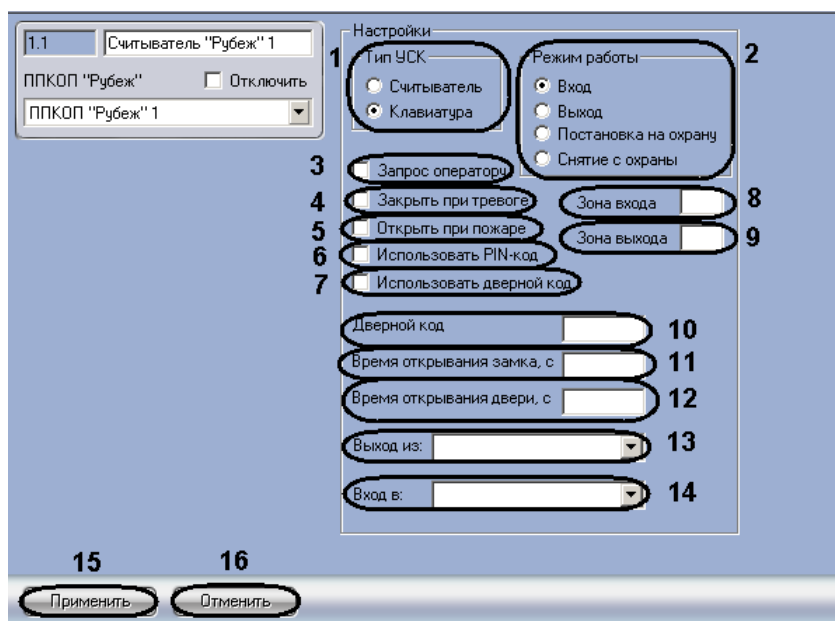

Рис. 3.5-2 Настройка считывателя
1. Перейти на панель настроек объекта **Считыватель "Рубеж"** (Рис. 3.5-2).
2. В поле **Тип УСК** установить переключатель в положение соответствующее используемому типу устройства считывания кода (см. Таб. 3.5-1, Рис. 3.5-2, 1).
3. В поле **Режим работы** установить переключатель в положение соответствующее режиму работы данного считывателя (см. Таб. 3.5-2, Рис. 3.5-2, **1**).
4. Установить флажок **Запрос оператору**, если необходимо посылать запрос оператору для подтверждения открытия двери (см. Рис. 3.5-2, **3**).
5. Установить флажок **Закреть при тревоге**, если необходимо закрывать дверь при срабатывании тревожной сигнализации (см. Рис. 3.5-2, **4**).
6. Установить флажок **Открыть при пожаре**, если необходимо открывать дверь при фиксировании пожарной тревоги (см. Рис. 3.5-2, **5**).
7. Установить флажок **Использовать PIN-код**, если необходимо использовать ввод PIN-кода (см. Рис. 3.5-2, **6**).
8. Установить флажок **Использовать дверной код**, если необходимо использовать ввод кода считывателя (см. Рис. 3.5-2, **7**).
9. В поле **Зона входа** ввести номер охранной зоны прибора *Рубеж-07*, куда входит пользователь через данный считыватель (см. Рис. 3.5-2, **8**).
10. В поле **Зона выхода** ввести номер охранной зоны прибора *Рубеж-07*, откуда выходит пользователь через данный считыватель (см. Рис. 3.5-2, **9**).
11. В поле **Дверной код** ввести код считывателя (см. Рис. 3.5-2, **10**).
12. В поле **Время открывания замка** установить значение в секундах, определяющее временной интервал удержания замка в открытом состоянии при срабатывании считывателя (см. Рис. 3.5-2, **11**).
13. В поле **Время открывания двери** установить значение в секундах, определяющее временной интервал удержания двери в открытом состоянии, после которого генерируется сигнал **Удержание двери** (см. Рис. 3.5-2, **12**).
14. Из раскрывающегося списка **Вход в:** выбрать объект **Раздел**, соответствующий территории, расположенной со стороны выхода через считыватель (см. Рис. 3.5-2, **13**).
15. Из раскрывающегося списка **Выход из:** выбрать объект **Раздел**, соответствующий территории, расположенной со стороны входа через считыватель (см. Рис. 3.5-2, **14**).
16. Для сохранения изменений нажать кнопку **Применить** (см. Рис. 3.5-2, **15**).
*Примечание. Для отмены внесенных изменений необходимо нажать кнопку **Отмена** (см. Рис. 3.5-2, **16**).*